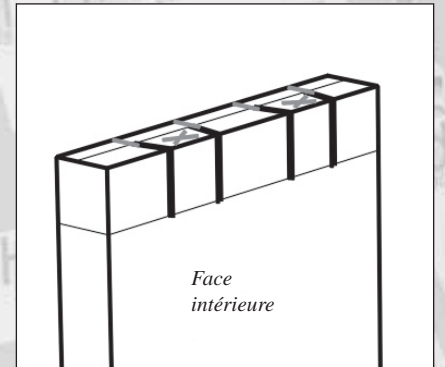

FIGURE 26 : Les queues femelles après coupe.
7. Sciez jusqu'à atteindre simultanément la ligne de profondeur et la ligne d'épaisseur (figure 26.) Pour des raisons esthétiques, veillez à ne pas dépasser les traits.